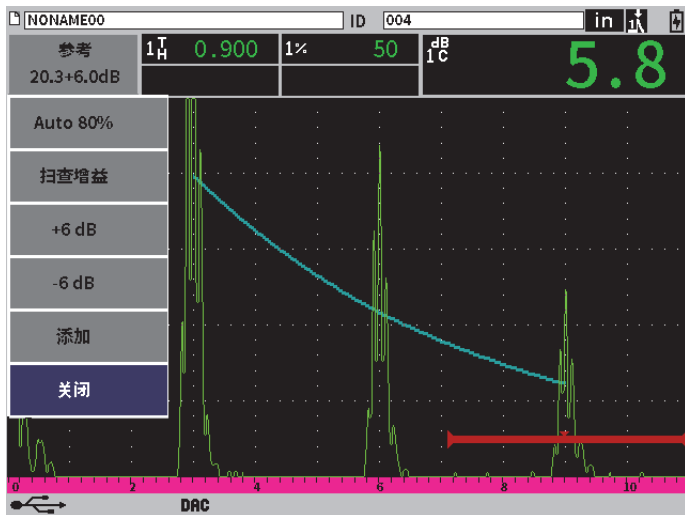

图 11-11 使用6 dB扫描增益的标准DAC曲线
2. 以粗略或细微增量调整增益，也可以使用**+6 dB**或**-6 dB**按钮，增加或减少扫描增益（参见第176页的图 11-11）。